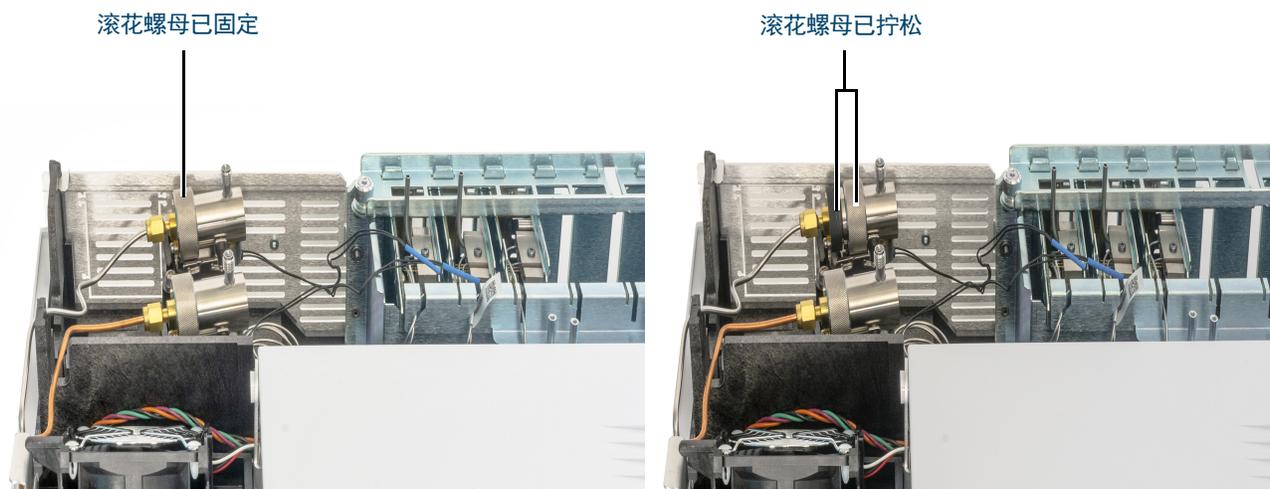

图 22. 拧松滚花螺母
- 4 完全拧松固定分流出口捕集阱的滚花螺母，如图 22 中所示。